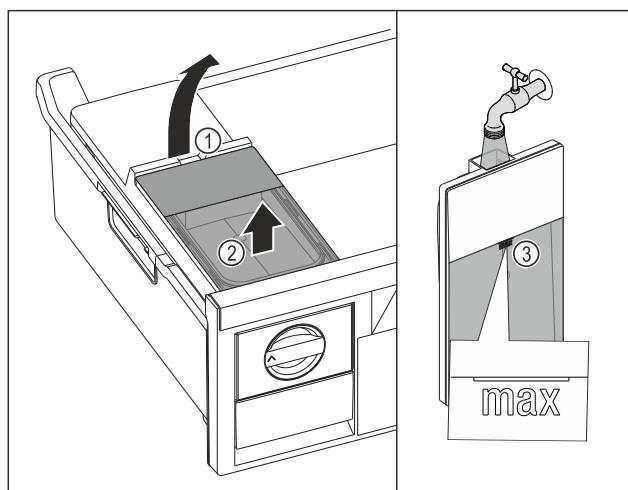

Fig. 121
- Повдигнете резервоара за вода при прореза Fig. 121 (1).
- Извадете резервоара за вода нагоре. Fig. 121 (2)
- Напълнете резервоара за вода до маркировката Fig. 121 (3) с питейна вода.